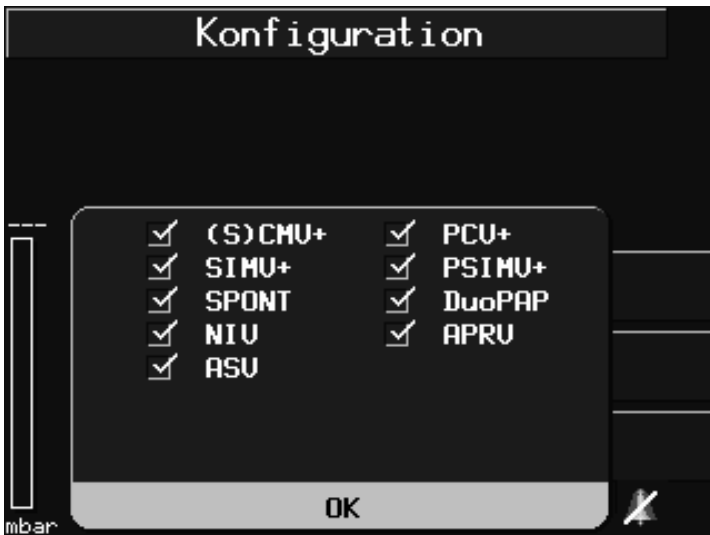

Abbildung E-4. Fenster mit den verfügbaren Modi
3. Das Fenster mit den verfügbaren Modi wird geöffnet (Abbildung E-4). Wählen Sie einen Modus aus. Aktivieren oder deaktivieren Sie den Modus, um ihn anzuzeigen oder auszublenden. Unterdrückte Modi werden während der Beatmung nicht im Fenster Modus angezeigt. Gehen Sie mit den verbleibenden Modi ebenso vor. Bestätigen Sie die Auswahl.